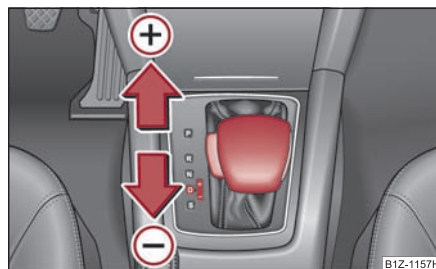

Fig. 155 Palanca selectora: cambio manual
- Presione ligeramente la palanca selectora (en la posición Tiptronic) hacia adelante ⇒ **página 140, fig. 155** **(+)**.